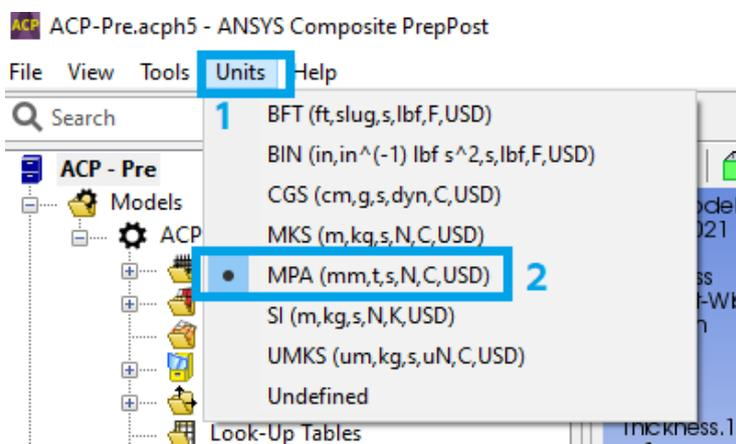

Рис. 18. Изменение единиц измерения
13.2. Сразу изменяем единицы измерения на мм. Для этого нажимаем на *Units* (1) и выбираем *MPA (mm,t,s,N,C,USD)* (2) (рис. 18).